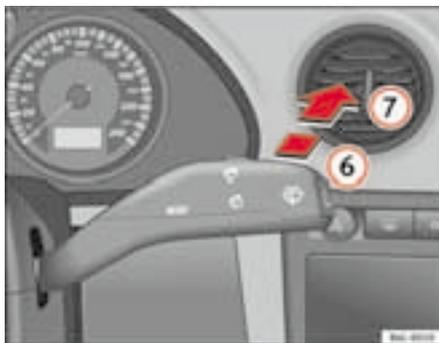

Fig. 67 Palanca del limpia-lavacristales: limpialuneta
- Presione la palanca hacia delante hasta el encastre **6** ⇒ fig. 67. El limpialuneta debe accionarse en intervalos de 6 segundos.
- Presione la palanca completamente hacia delante hasta la posición **7** ⇒ fig. 67. El limpia y el lavaluneta funcionan simultáneamente. El lavaluneta seguirá funcionando mientras mantenga la palanca en esta posición.